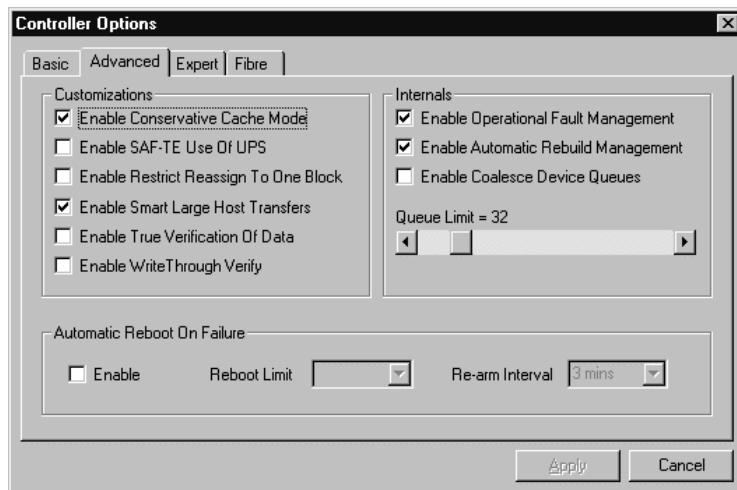

図 3-3 SAM Advanced Controller Options ダイアログボックス
- Advanced タブを開いて図 3-3のようにパラメータを設定します。